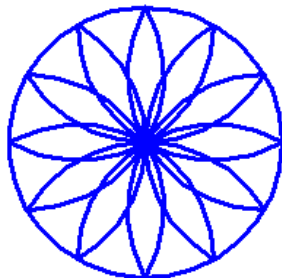

Рис. 8.20. Фрагмент орнамента.
6.1. Откройте файл *Фрагмент орнамента.frw* (рис. 8.20) и сохраните его под именем *Сетчатый орнамент* в своей папке.